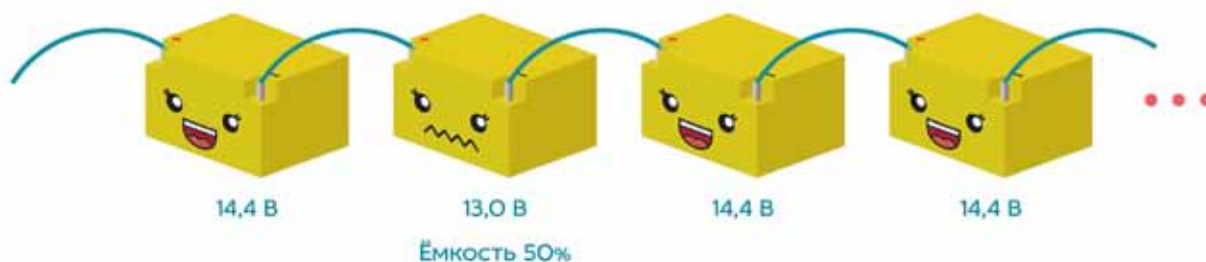

Рис. 3. Один АКБ в цепочке заряжен меньше
- ▶ в цепочке у нас присутствует один элемент, заряженный на 50% от номинальной емкости (рис. 3).